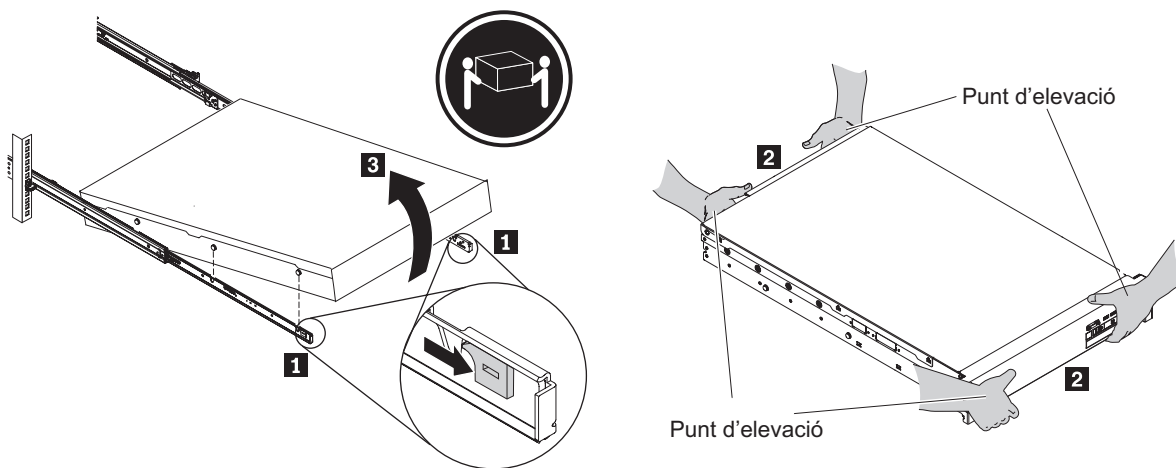

Figura 28. Com treure la balda i rotar la part anterior del dispositiu
**Nota:** Assegureu-vos que dues persones eleven el dispositiu, col·locant les mans tal com es mostra a **2** de Figura 28 a la pàgina 62.
1. Traieu la balda i gireu la part anterior del dispositiu, tal com es mostra a Figura 28 a la pàgina 62.